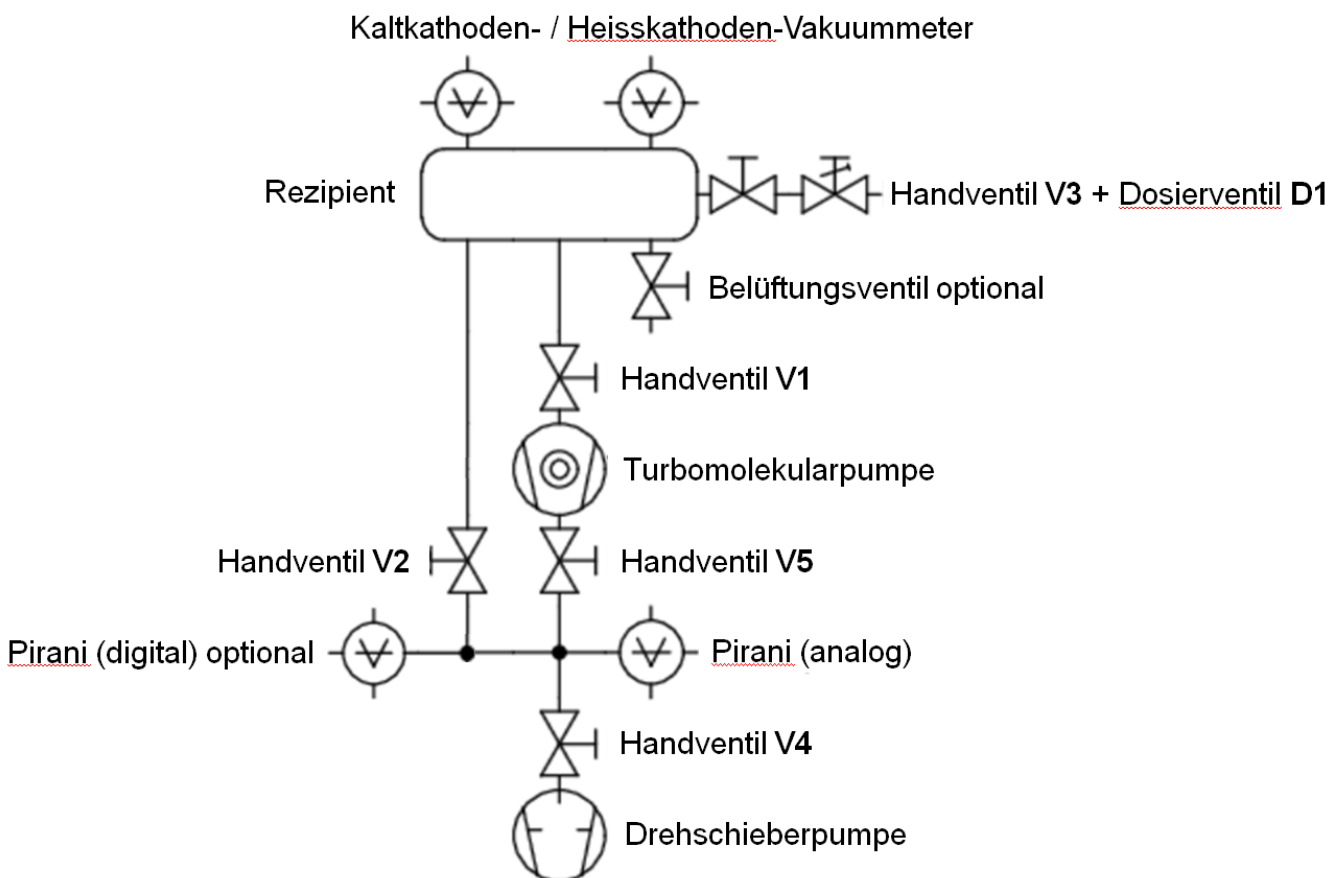

Abb. 1: Schematischer Aufbau des Vakuumversuchs (nach DIN 28401).
- Bauen Sie mit den vorhandenen Vakuumkomponenten die in Abb. 1 dargestellte Versuchsanordnung auf, d.h. einen Rezipienten mit allen notwendigen Pumpen, Ventilen, Rohrstücken, Dichtungen, Messanschlüssen, usw.